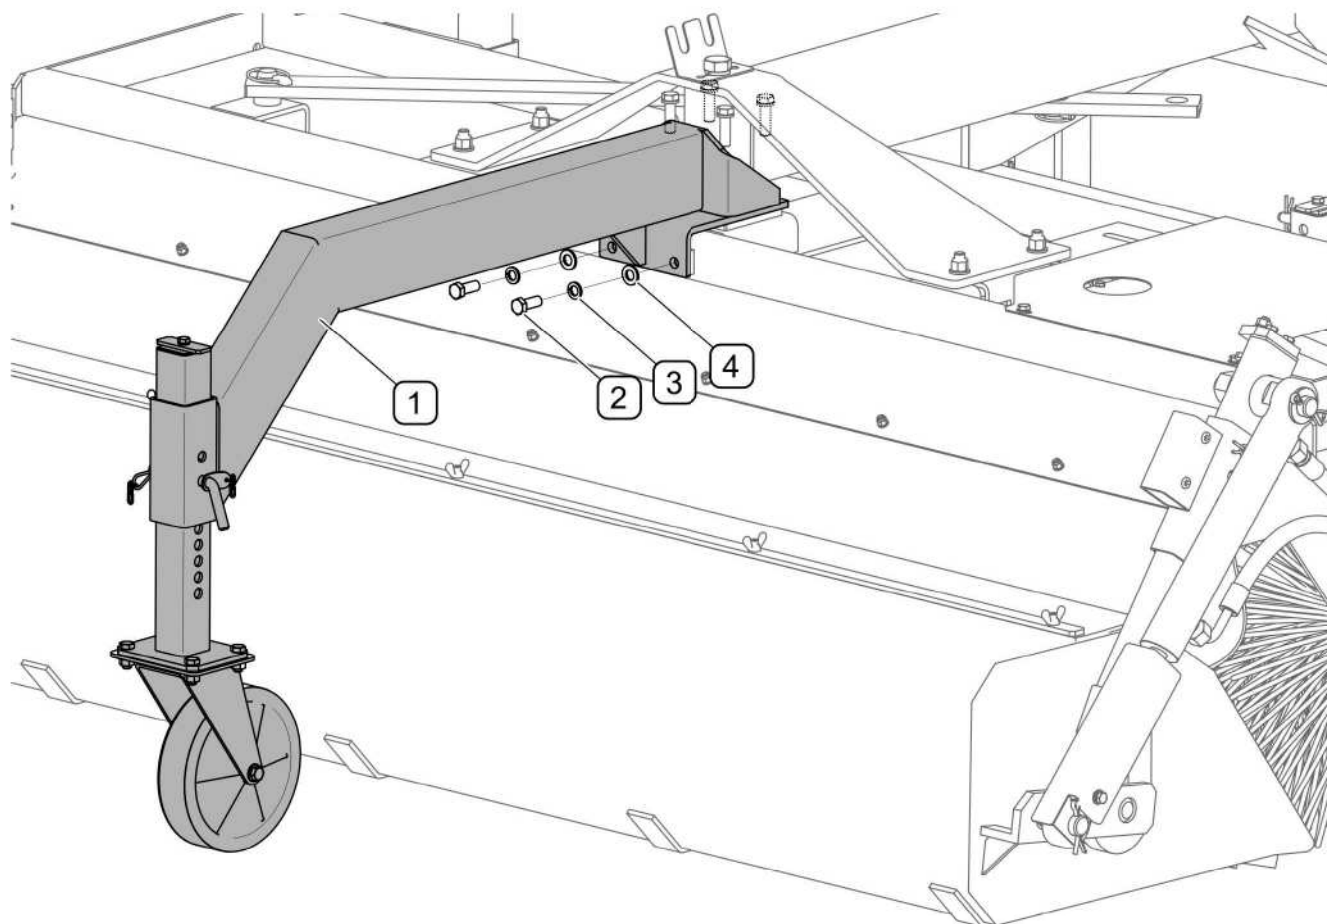

РИСУНОК 4.10Дополнительное опорное колесо (опция)
(1) - плечо; (2) - болт; (3) - упругая шайба; (4) - шайба
Для того, чтобы повысить степень копирования рельефа поверхности, в случае работы с подметально-уборочной машиной, навешенной спереди трактора, необходимо на раме машины закрепить дополнительное опорное колесо (номер в каталоге 80RPN-20.00.00.00). Плечо (1) с колесом (РИСУНОК 4.10) крепится к раме сверху при помощи болтов крепления главной цапфы и спереди болтами (2) с шайбами (3) и (4).